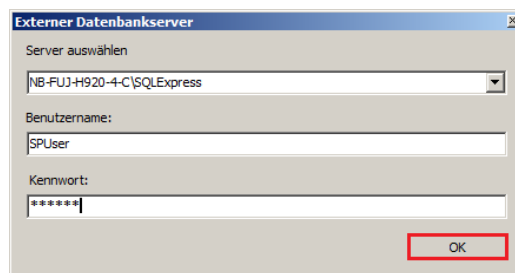

Abbildung 18
- 4.4. Geben Sie die Verbindungsdaten zum SQL-Server ein, wie Sie sie gemäß der Anleitung *Installationsanleitung SQL Server für Solid Edge Standard Parts - Serverinstallation* eingestellt haben (Abb. 18):